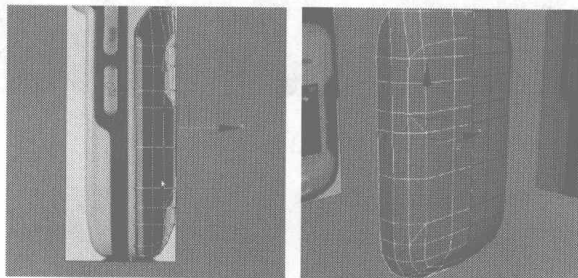

图 4.40
- 05** 切换为点编辑，在 Left 视图中调整手机侧面的节点，如图 4.40 所示。